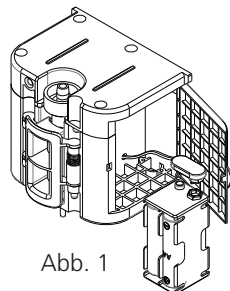

Abb. 1
- Überprüfen Sie den Batterieeinheit (Teil Nr. 5). Sind die Batterien neu, und haben sie genügend Leistung? (4 Stück 1,5 Volt ALKALINE Batterien Typ AA anwenden). Sind die Batterien korrekt platziert (vgl. Abb. 1)?